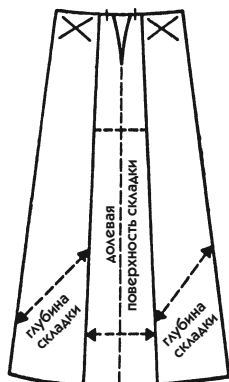

Рис. 327
- Если при этом ширина складки незначительно увеличилась, надо забрать излишек в маленькую вытачку по линии долевой нити. Эту изогнутую вытачку нужно углубить по направлению к бокам и уменьшить на складках по срединной линии юбки. На заднем полотнище начертите ее прямыми линиями (рис. 327).
7. Линии, которые вы только что начертили, показывают «поверхность» складки. Прибавив с каждой стороны по такому же клину, вы обозначите глубину складки (см. рис. 327).